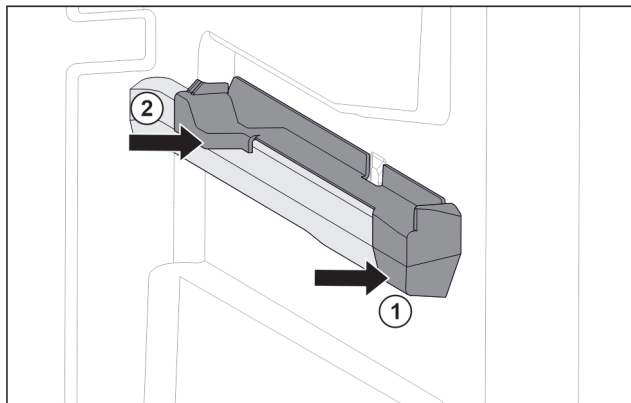

Fig. 109 Påsettsingsdel på høyre beholderribbe
- ▶ Sett på påsettsingsdel foran på beholderribben. Fig. 109 (1)
- ▶ Trykk på påsettsingsdel bak. Fig. 109 (2)